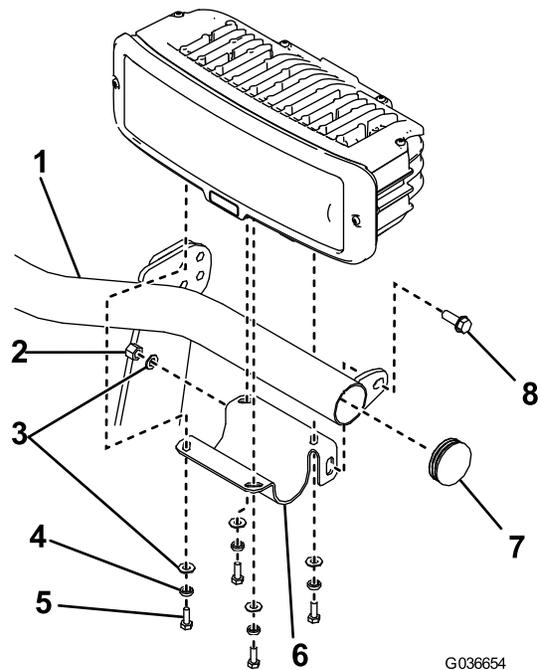

Figure 12
2. Veillez à insérer les obturateurs à chaque extrémité de la barre d'éclairage (Figure 12).
3. Fixez le support de phare gauche à la barre d'éclairage avec un boulon à embase ($\frac{3}{8} \times 1$ po), une rondelle plate et un contre-écrou en nylon (Figure 12).
4. Fixez le phare gauche au support de phare à l'aide de 4 boulons ($\frac{1}{4} \times \frac{3}{4}$ po), rondelles-frein fendues et rondelles plates (Figure 12).